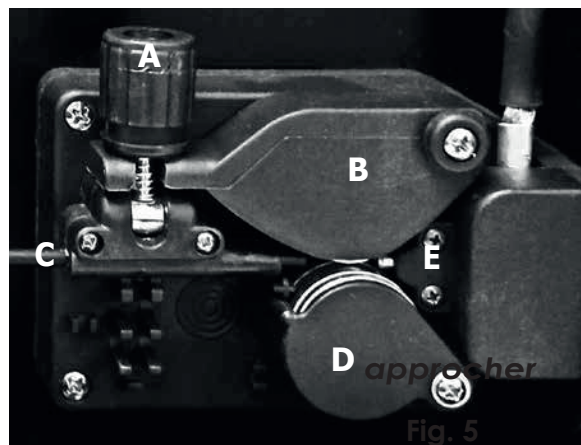

Fig. 5
Desserrer et abaisser le bouton en plastique (A) et remonter le levier presse-fil (B) (Fig.5). Souffler les poussières dans la gaine guide-fil.
- Relâcher le fil de la bobine et le tenir serré avec une paire de pinces de façon à ce qu'il ne puisse pas se dérouler. Si nécessaire, le redresser avant de l'introduire dans le guide d'entrée (C) du fil. Y introduire le fil en le faisant passer au-dessus du galet inférieur (D) et dans la gaine guide-fil.
- Relâcher le fil de la bobine et le tenir serré avec une paire de pinces de façon à ce qu'il ne puisse pas se dérouler. Si nécessaire, le redresser avant de l'introduire dans le guide d'entrée (C) du fil. Y introduire le fil en le faisant passer au-dessus du galet inférieur (D) et dans la gaine guide-fil. **ATTENTION: Tenir la torche droite. Quand on introduit un fil neuf dans la gaine, s'assurer que la coupure est nette (sans bavures) et qu'au moins 2 cm à l'extrémité sont droits (sans courbures) dans le cas contraire la gaine pourrait subir des dégâts.**
- Abaisser le levier presse-fil (B) et relever le bouton en plastique (A). Serrer légèrement. Un serrage excessif bloque le fil et pourrait endommager le moteur. Un serrage insuffisant ne permettrait pas aux galets d'entraîner le fil.